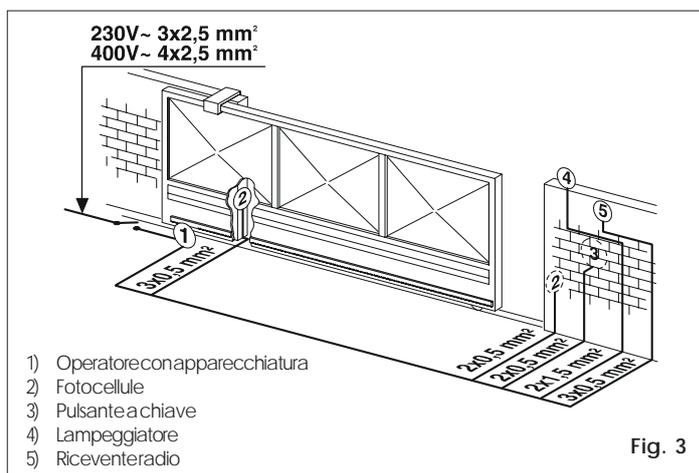

Fig. 3
4) Predisporre i cavi elettrici per il collegamento con gli accessori e l'alimentazione elettrica come da Fig.3. Per effettuare agevolmente i collegamenti fare fuoriuscire i cavi circa 40 cm dal foro (Figg.5-6 rif.1) della piastra di fondazione.